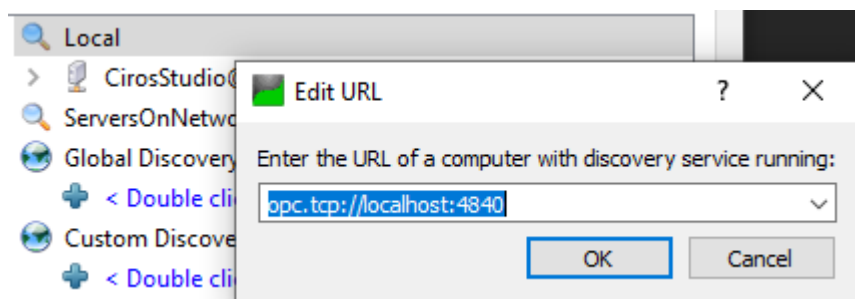

Abbildung 9 Edit URL
5. Öffnen Sie unter Menu *Server*  *Add...* das Dialogfenster *Add Server*. Geben Sie Sie unter *Configuration Name* *Digital Twin Server* ein, wählen Sie den *OPC-UA Server* vom Modell *DigitalTwin* und bestätigen Sie mit *OK*. Falls kein Server auftaucht, überprüfen sie mit Rechtsklick auf *Local->Edit URL* ob sie mit dem in **Abbildung 9** übereinstimmt (Localhost funktioniert solange *CIROS* auf demselben Computer läuft wie der UA-Expert).